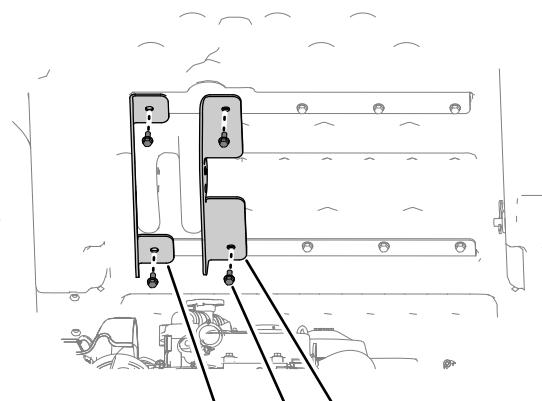

図 6
3. 上側荷台ブレースと下側荷台ブレースの外側の穴に、左側用の外側昇降ブラケット短いフランジのブラケットを合わせる図 6。
4. ステップ1で外したボルト2本を使って外側昇降ブラケットを荷台に固定するが、仮締め状態にしておく図 6。
5. 上側荷台ブレースと下側荷台ブレースの内側の穴に、内側昇降ブラケット長いフランジのブラケットを合わせる図 6。
6. ステップ2で外したボルト2本を使って内側昇降ブラケットを荷台に固定するが、仮締め状態にしておく図 6。
8. 内側・外側の昇降ブラケットを荷台に固定している4本のボルト $5/16 \times \frac{3}{4}$ " 図 6 をトルク締めする $15-16.6$ N·m $1.5-1.7$ kg.m。